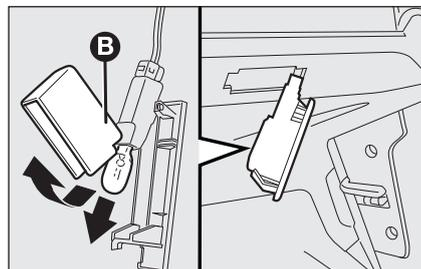

fig. 43
- abra la protección **B**-fig. 43 y sustituya la lámpara introducida a presión;